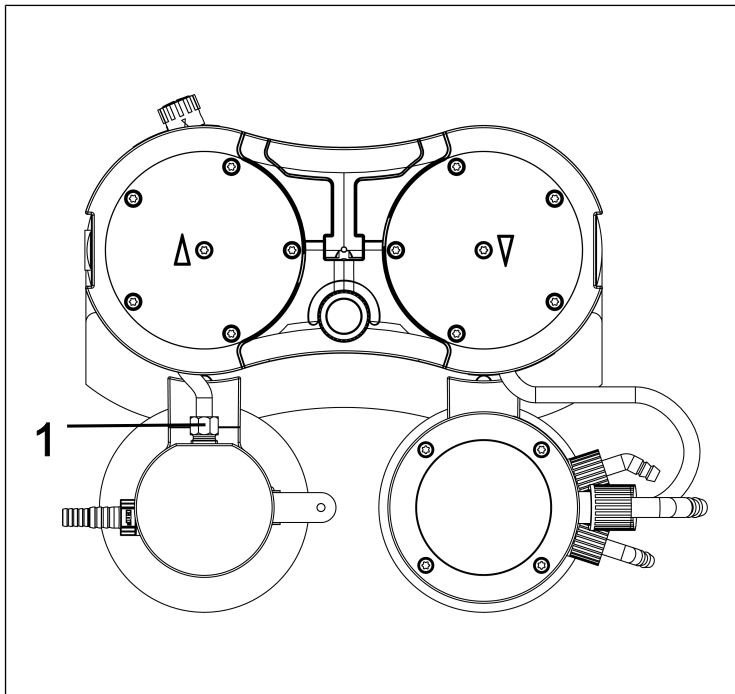

Fig.11: Aflojar conexión de manguera
2. Aflojar el tornillo de fijación de la conexión de manguera (**1**/Fig. 11) del componente del sistema de vacío.
i En caso necesario, emplear una llave ancho 14 para aflojar el tornillo de fijación de la conexión de manguera del separador (**1**/Fig. 11).
10. Enroscar el tornillo de fijación de la conexión de manguera del separador (1/ Fig. 11) en la conexión del separador hasta el tope.
i En caso necesario, emplear una llave ancho 14 para apretar el tornillo de fijación de la conexión de manguera del separador (1/ Fig. 11)